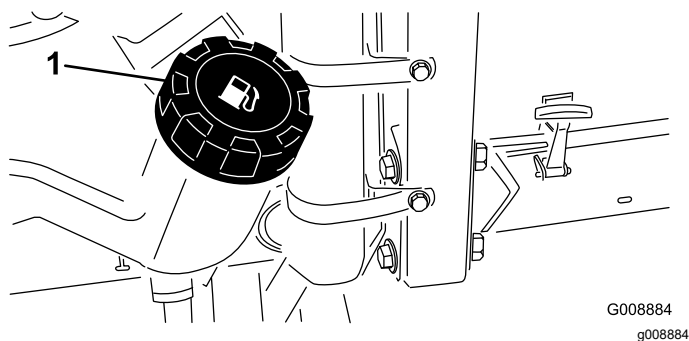

Figura 27
1. Limpie la zona alrededor del tapón del depósito de combustible (Figura 27).